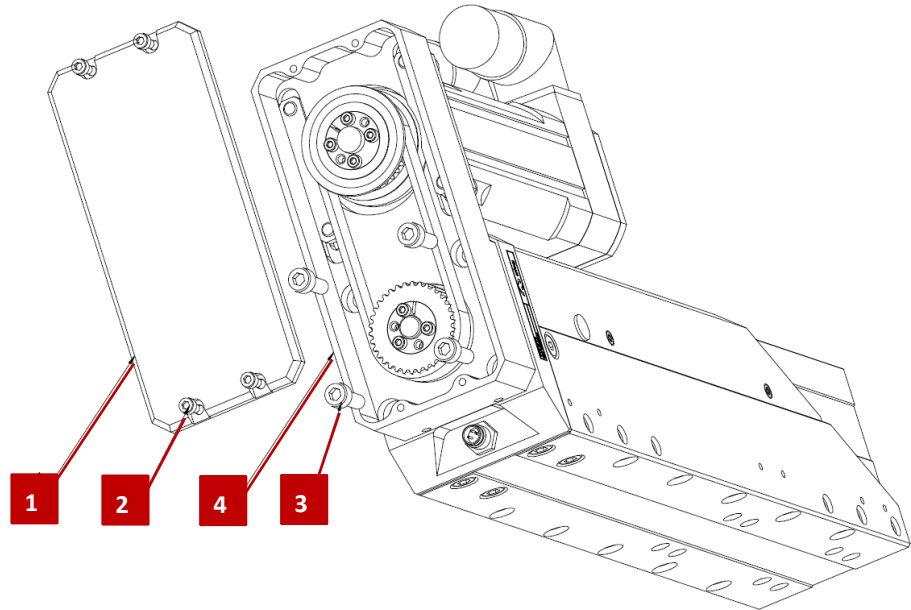

Fig. 7 Changer la position du moteur
2. Enlevez les vis (Fig. 7, 2) M3x6 et retirez le couvercle (Fig. 7, 1).
3. Desserrez les 4 x vis M3x6 (Fig. 7, 3).
4. Tournez le boîtier (Fig. 7, 4) de 90° vers la gauche ou la droite (pivoter).
5. Serrez 4 x vis (Fig. 7, 3) M3x6 avec un couple de serrage de 1,4 Nm.
6. Remontez et fixez le couvercle (Fig. 7, 1).